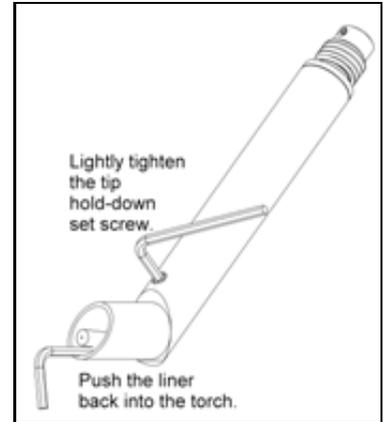

РИСУНОК 5-4. ВСТАВКА
4. Немного подтяните установочный винт, удерживающий мундштук, и убедитесь, что он установлен так, как показано на Рис. 5-4..